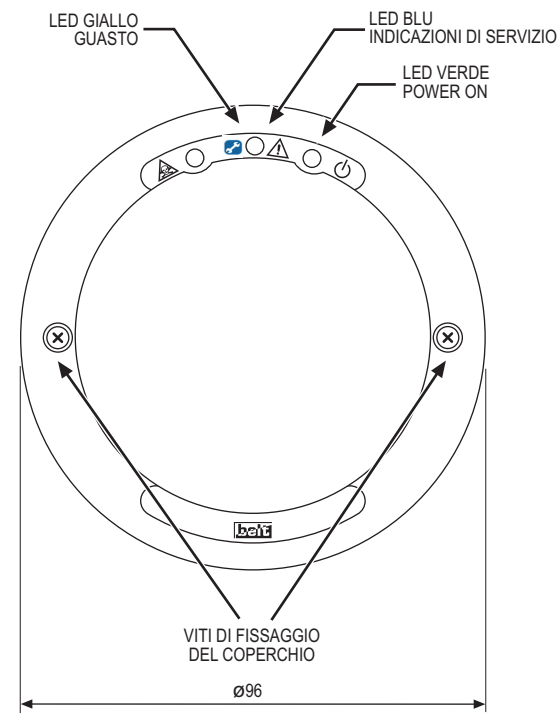

Figura 1: Vista esterna del rivelatore
- Aprire il contenitore, svitando le due viti di fissaggio del coperchio (vedi Figura 1).
- a. Aprire il rivelatore svitando le due viti come illustrato in Figura 1
- j. Chiudere il coperchio del rivelatore, assicurandosi di aver stretto le viti di bloccaggio (vedi Figura 1).
- a. Aprire il contenitore, allentando le due viti di fissaggio del coperchio (vedi Figura 1).